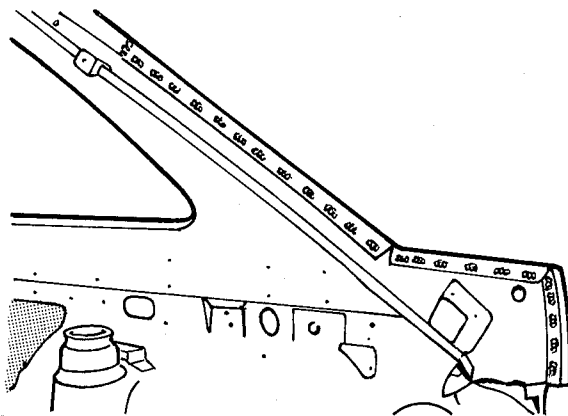

fig. 132
13. Preencher com solda os furos efetuados no novo painel, na região inferior, de modo a soldá-lo ao painel lateral interno. Repetir a operação nos pontos de contato com a canalleta de escoamento de água e painel traseiro (fig. 132)